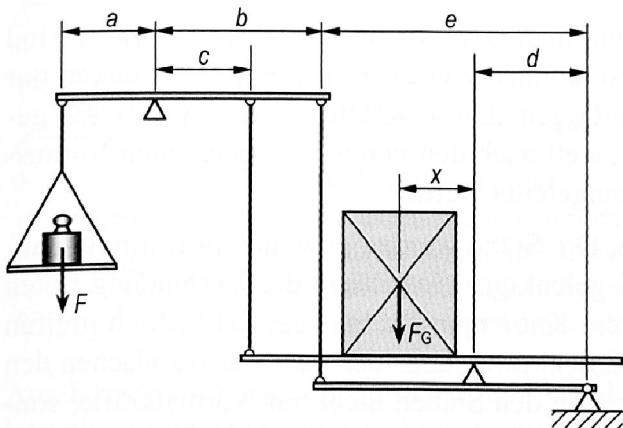

Bild 6.16: Brückenwaage
7. a) Welche Beziehung muss zwischen den Abmessungen der Brückenwaage (**Bild 6.16**) bestehen, damit die Lage des zu wiegenden Körpers auf der Brückenwaage (Angriffsstelle der Gewichtskraft \vec{F}_G) keinen Einfluss auf die Messkraft \vec{F} hat?